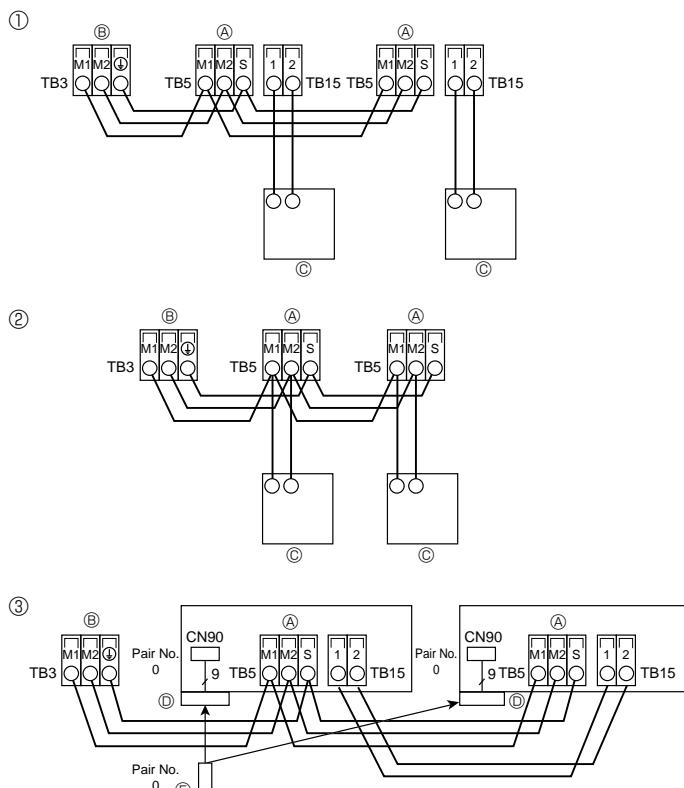

Fig. 6-3
6.4. Raccordement des câbles de la commande à distance et des câbles de transmission intérieurs et extérieurs (Fig. 6-3)
① Commande à distance MA
② Commande à distance M-NET
③ Télécommande sans fil (lors de l'installation du récepteur de signal sans fil)